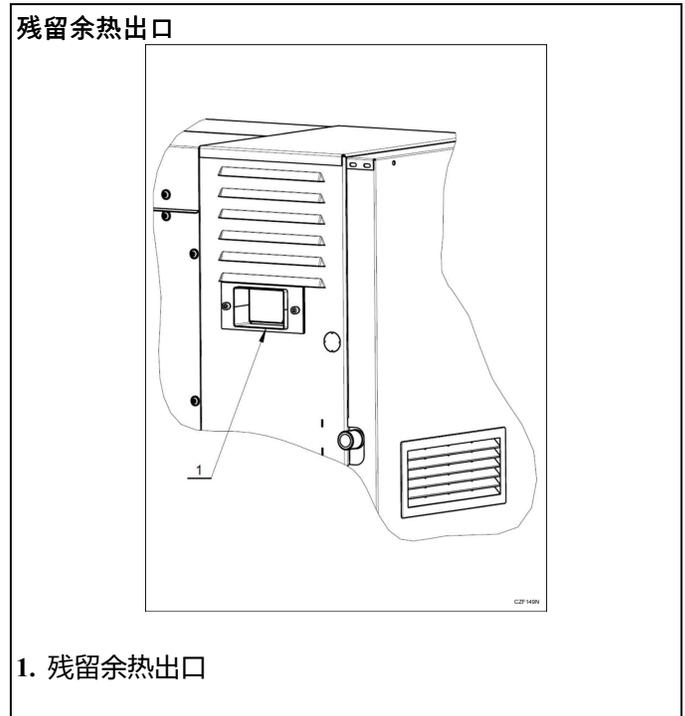

图 23
- 在右支架的后壁，有一个残留余热的出口（1） - （图 23）。